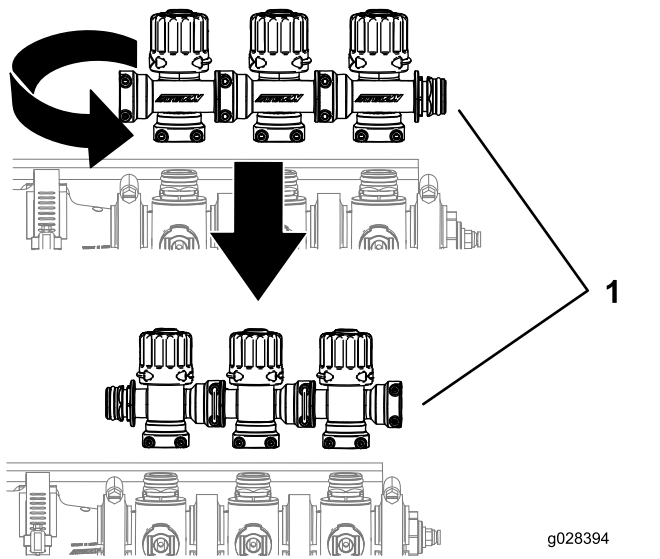

Figure 15
- 5. Tournez le bloc de vannes de dérivation de rampe de 180 degrés, comme montré à la Figure 15.